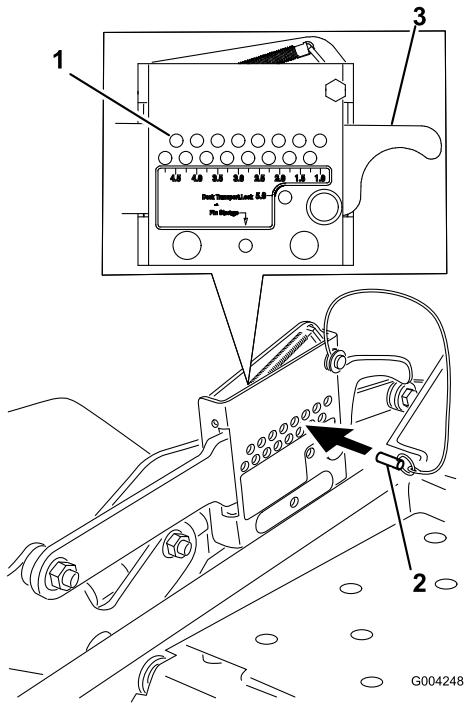

Bild 15
1. Heben Sie den Schnithöhenhebel in die Transportstellung (entspricht der Schnithöheneinstellung von 125 mm) (Bild 15).
2. Entfernen Sie den Lastösenbolzen zum Einstellen der Schnithöhe aus der Schnithöhenhalterung (Bild 15).
3. Wählen Sie das Schnithöhenloch in der Schnithöhenhalterung, das der gewünschten Schnithöhe entspricht, und stecken Sie den Lastösenbolzen wieder ein (Bild 15).